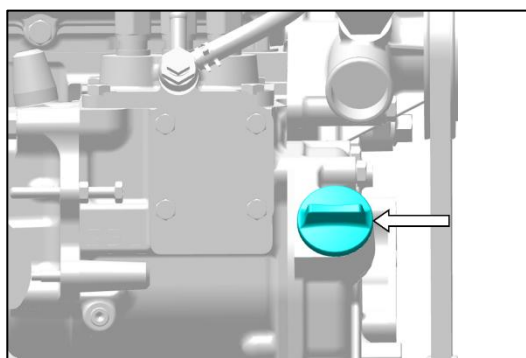

Abb. 158 – MOTORÖLEINFÜLLDECKEL
5. Füllen Sie das empfohlene Schmieröl über den Öleinfülldeckel nach (Abb. 158) und prüfen Sie den Ölstand am Messstab.